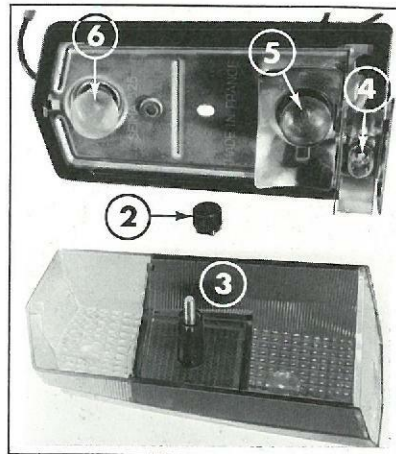

Fig. 46 - Feux arrière
- *Clignotants arrière* : voir "feux arrière" (Rep. 6 - Fig. 46).
Voir "Feux arrière" (Rep. 5 - Fig. 46).